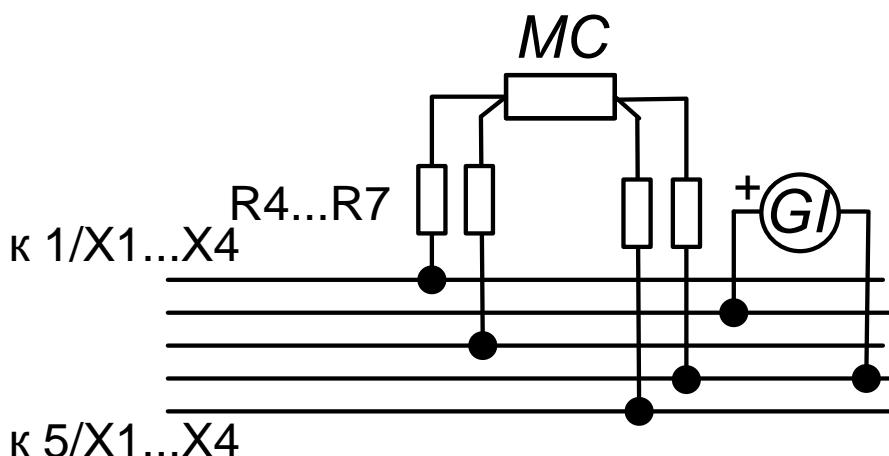

Рисунок 11.3 - Схема подключения для определения погрешности измерения сигналов ТС и тока (остальное рисунок 11)
- меру тока GI для проверки сигнала 4-20 мА (рисунок 11.3);
- магазин сопротивлений МС для проверки сигнала от ТС (рисунок 11.3).